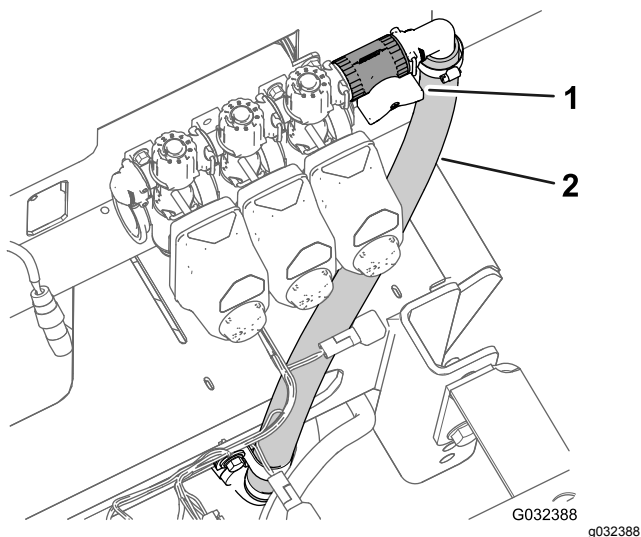
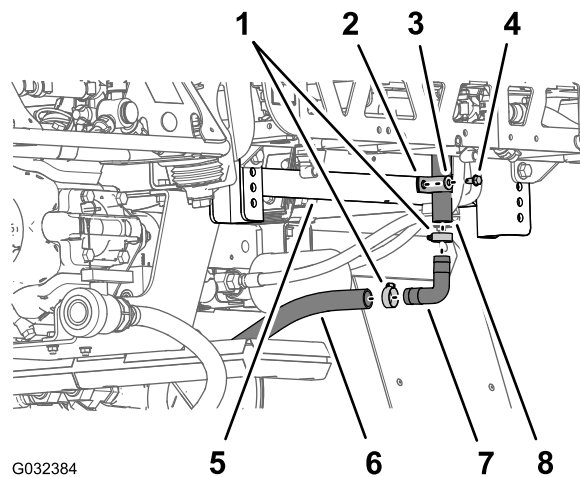

Figura 50
Figura 51
1. En el extremo inferior de la manguera de desvío superior, retire el perno con arandela prensada (5/16" x 3/4"), la arandela (5/16") y abrazadera para bridas en R que sujeta la manguera de desvío superior a la placa base trasera de la máquina (Figura 50 y Figura 51).
2. Retire las 2 abrazaderas que sujetan la manguera de desvío superior y la manguera de desvío inferior al acoplamiento dentado de 90° (Figura 51).
3. Retire el acoplamiento dentado de 90° de las mangueras (Figura 51).
- Retire el acoplamiento en T de la manguera de la válvula de vaciado y de la manguera de vaciado del depósito trasero (Figura 51).